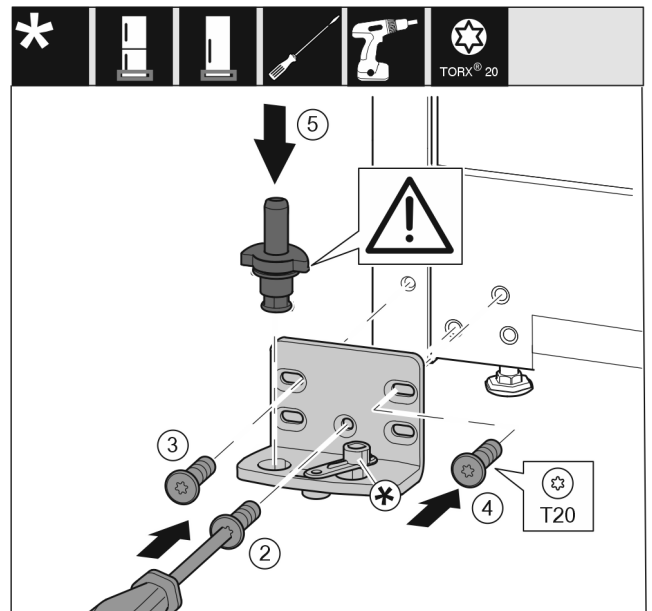

Fig. 18
- Placer le support de palier de l'autre côté et le visser avec un tournevis. Commencer par la vis Fig. 18 (2) en bas au milieu.
- Serrer la vis Fig. 18 (3) et la vis Fig. 18 (4).
- Insérer complètement l'axe de palier Fig. 18 (5). Veiller à ce que l'ergot soit orienté vers l'arrière.